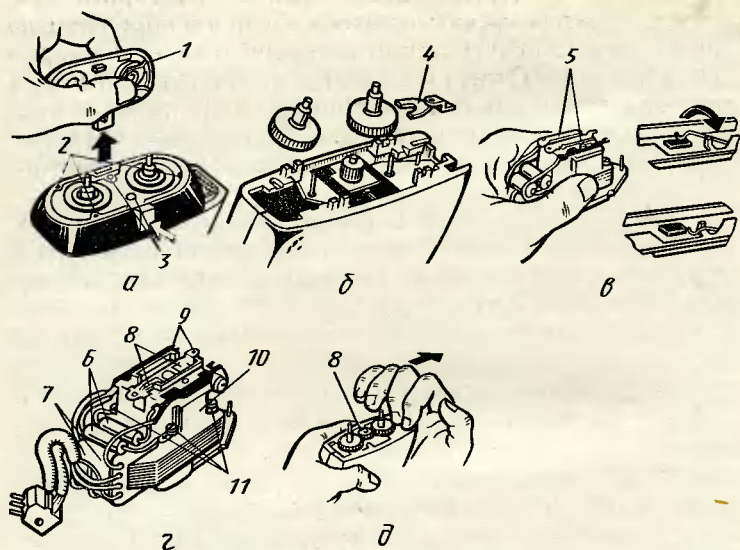

Рис. 17. Разборка электробритвы «Харьков-5М»:
При ремонте бритву разбирайте в следующем порядке. Нажать на кнопку бреющей головки 1 (рис. 17, а). Под действием пружины головка откинется. Потянуть за бреющую головку и вынуть ее держатель из корпуса бритвы. Отвернуть четыре винта, соединяющие основание ножевого блока с корпусом бритвы. Вынуть находящиеся в основании ножевого блока две хлорвиниловые заглушки 3, закрывающие головки винтов 2. Отвернуть два винта и снять основание. Оттянуть на себя ножи для стрижки так, чтобы они вышли из зацепления с пружиной. Снять ножи и пружину. В нижней части корпуса бритвы отвернуть винт, скрепляющий две его половинки. Снять с двигателя два зубчатых колеса привода подвижных ножей бритвы
и кулису 4 (рис. 17, б) привода ножей для стрижки.
**Зависание угольных щеток.** В этом случае щетки 5 (рис. 17, в) застревают в щеткодержателе и не касаются коллектора. Для определения этой неисправности осторожно нажать отверткой с изолированной ручкой на угольные щетки там, где они прижимаются пружинами. Бритва при этом должна быть включена в сеть. Если бритва начнет работать, отключить бритву от сети, извлечь угольные щетки из щеткодержателей и прокаливать их на стержне горячего паяльника. При этом, если на щетки попало масло, оно начнет выгорать и появится дым. После того как дым прекратится, щетки снять с паяльника и дать им остыть. Затем взять мелкую наждачную бумагу или личной напильник и подогнать размер щетки так, чтобы она свободно входила в щеткодержатель. Одновременно протереть поверхность коллектора на якоре электродвигателя ватным тампоном на спичке, смоченным спиртом или одеколоном.
Снятый электродвигатель следует разбирать так. Снять с бритвы зубчатые колеса, кулису и порононовую прокладку. Отогнуть или отпаять металлический экран от лепестка. Отвернуть винт крепления шестерни привода ножей для бритвы. Придерживая пальцем вращающийся якорь, оттянуть и отвести в сторону пружины угольных щеток и вынуть угольные щетки из щеткодержателей 9 (рис. 17, з). Отпаять провода, идущие от статорных катушек 7 к щеткодержателю, и три провода от выключателя. Снять выключатель и хлорвиниловые трубки с проводов. Отпаять от лепестков щеткодержателя и статора два конденсатора 6. Снять с платы 10 держатель подшипника, резиновую прокладку и сальник.
Вышедший из строя якорь электродвигателя перемотать или заменить новым. После замены неисправных деталей или ремонта собрать электродвигатель. Ввести по одной-две капли часового масла, масла МП-704 или МВП в сальники 8 (рис. 17, з, д) электродвигателя. Делать это следует осторожно, чтобы масло не попало на угольные щетки. Собрать бритву, а затем испытать ее действие.